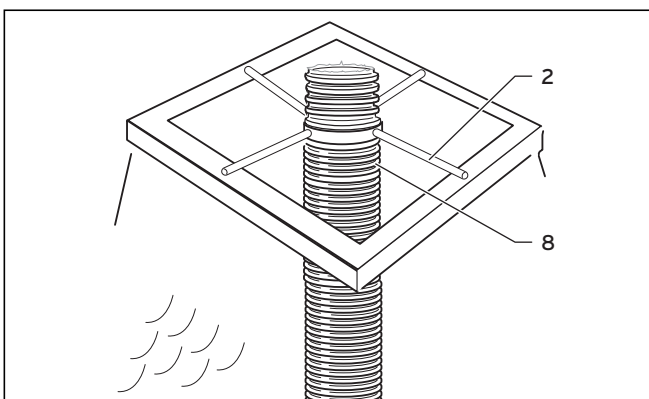

Abb. 4.59 Gekürzte flexible Abgasleitung
- Schieben Sie das Montagekreuz (2) über die Abgasleitung (8) auf die Schachtwange (→ **Abb. 4.59**).